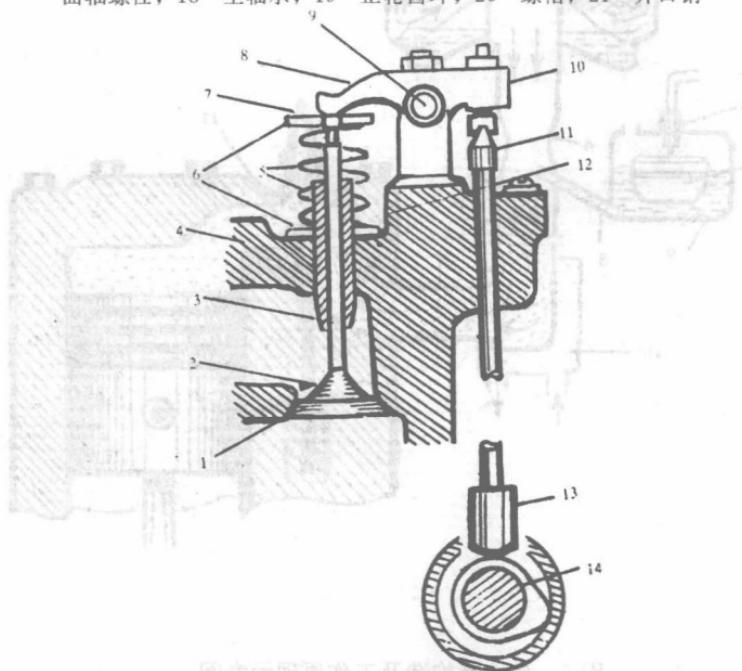

图 6 北京 BJ212 汽车发动机配气机构
(2) 配气机构。这是发动机的换气机构，这部分主要包括进气门、排气门、凸轮轴等机件（见图 6）。